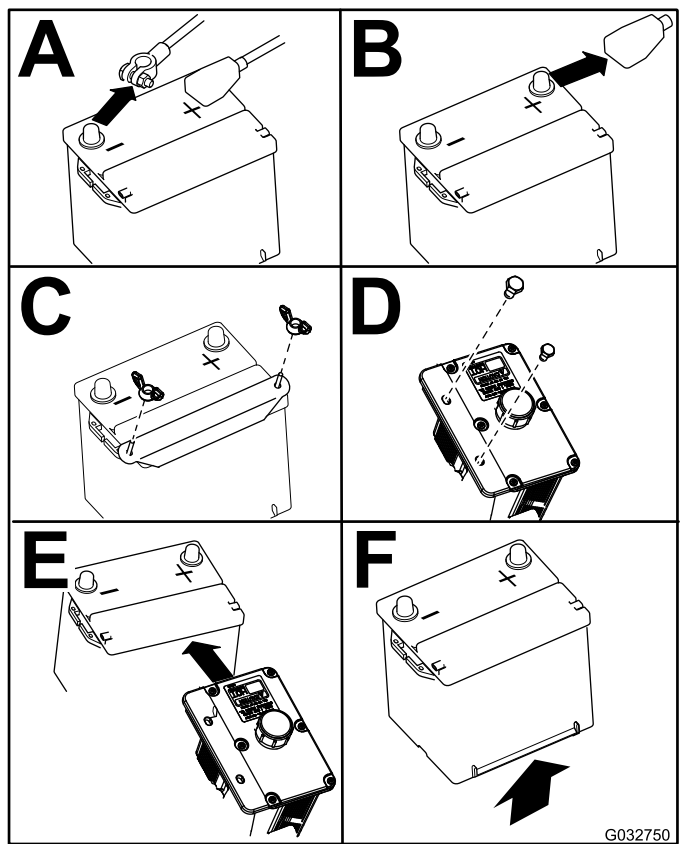

Figura 42
4. Remova a bateria como se mostra na Figura 42.